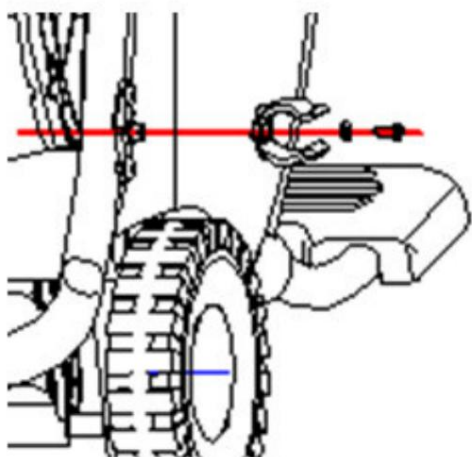

Fig. 4-2 : Montage du support de tuyau
2. Fixez le support de tuyau à la partie en plastique prévue à cet effet sur la poignée à l'aide d'un tournevis. (Fig. 4-2).